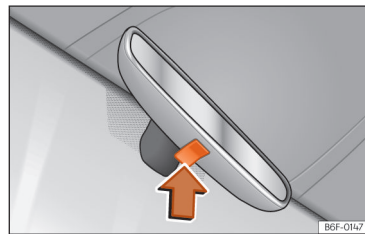

Fig. 75 Retrovisor com antiencandeamento manual.
- Para evitar o encandeamento, pressione a patilha do espelho retrovisor para cima »» **Fig. 75** (seta).